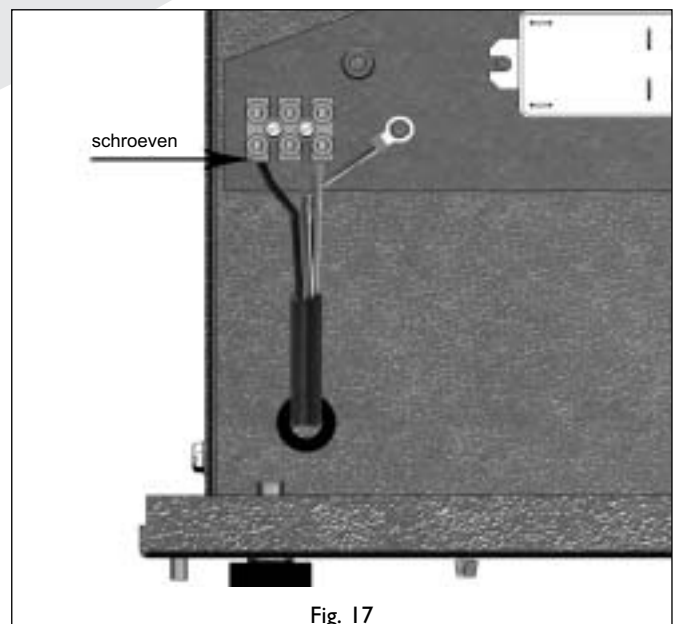

Fig. 17
- Maak op het toestel de elektrische bedrading van de convectieventilator los (zie Afb. 17).